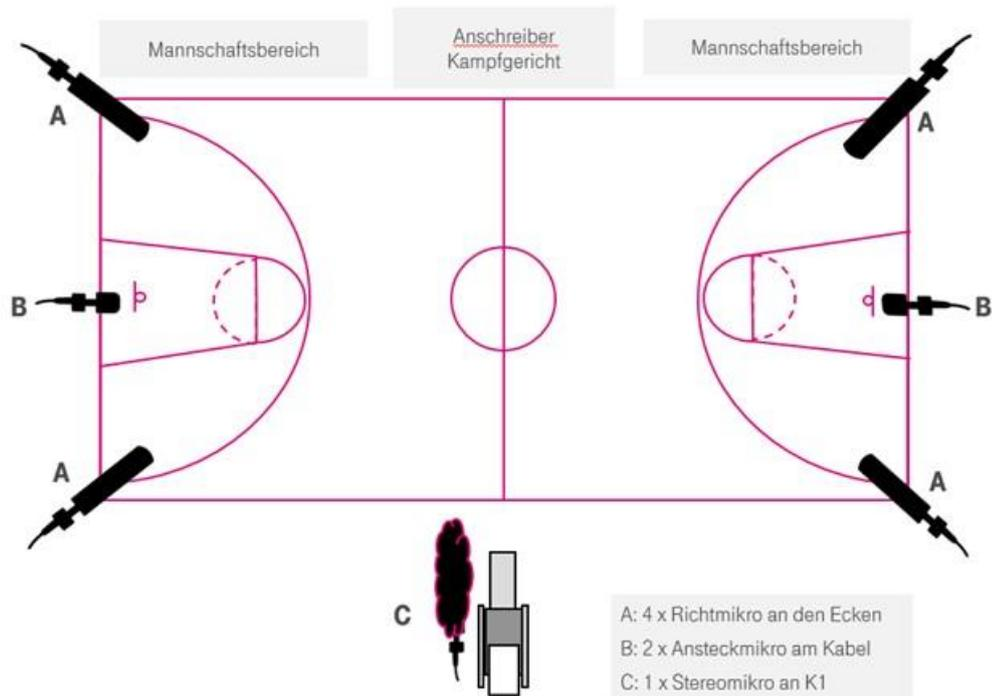

Abbildung 12: Mikro-Positionierung Basiskonzept
Das erstellte Basissignal erfolgt gemäß dem durch den Produktionsstandard festgelegten Audiokonzept. Dafür werden vom Host-Broadcaster sogenannte Atmo-Mikrofone aufgebaut, die im Innenraum auf der Haupttribüne sowie am Spielfeld gemäß dem Basiskonzept (Abbildung 12) platziert werden. Für die räumliche Abbildung werden mindestens zwei verschiedene Quellen benötigt:
- Mindestens vier (4) sogenannte „Parkett-Mikrofone“ zur Erstellung des Basketball-Sounds in den Ecken.
- Mindestens zwei (2) sogenannte Korb-Ansteckmikrofone fangen Korbwurf-Action (siehe Abbildung 12) auf.